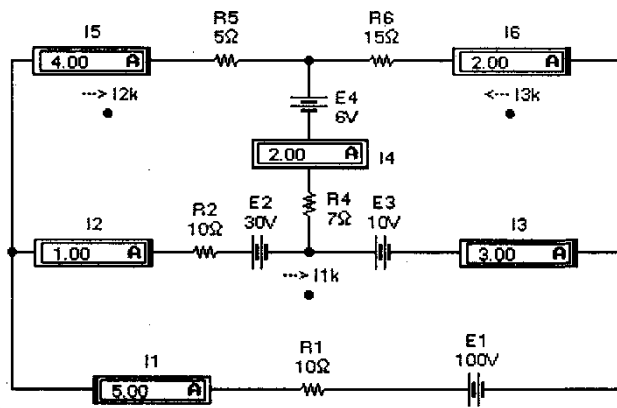

Рис. 4. Схема сложной трехконтурной цепи
Для иллюстрации рассматриваемого метода расчета обратимся к схеме на рис.4, на которой выбранные направления контурных токов обозначены стрелками, токи в ветвях контуров — расположением входных зажимов амперметров.
Теперь найдем истинные токи во всех ветвях. В ветви, где действует ЭДС $E1$, истинный ток $I1$ имеет направление контурного тока $I1k$ и равен ему: $I1 = I1k = 5A$. В ветви с сопротивлением $R5$ истинный ток $I5$ имеет направление контурного тока $I2k$ и равен ему: $I5 = I2k = 4A$. В ветви с сопротивлением $R6$ истинный ток $I6$ имеет направление, противоположное контурному току $I3k$, и равен $I6 = -I3k = 2 A$. В ветви с сопротивлением $R2$ истинный ток $I2$ получится наложением контурных токов $I1k$ и $I2k$ и будет иметь направление большего из них, т.е. $I2 = I1k - I2k = 1A$. В ветви с сопротивлением $R4$ истинный ток $I4$ получится наложением контурных токов $I2k$ и $I3k$ и будет иметь направление большего из них, т.е. $I4 = I2k + I3k = 4+(-2)=2 A$. В ветви, где действует ЭДС $E3$, истинный ток $I3$ получится наложением контурных токов $I1k$ и $I3k$ и будет иметь направление тока $I1k$, т.е. $I3 = I1k + I3k = 5+(-2)=3A$. Из сравнения полученных расчетных данных с показаниями приборов на рис. 4 видно, что они полностью совпадают.
5. В чем заключается отличие метода контурных токов от метода расчета с использованием законов Кирхгофа для аналогичных цепей? Выполните расчет токов в ветвях схемы на рис. 4 методом контурных токов при $E_1=50$ В, $E_2=15$ В, $E_3=5$ В и $E_4=3$ В. Сравните полученные данные с результатами моделирования.